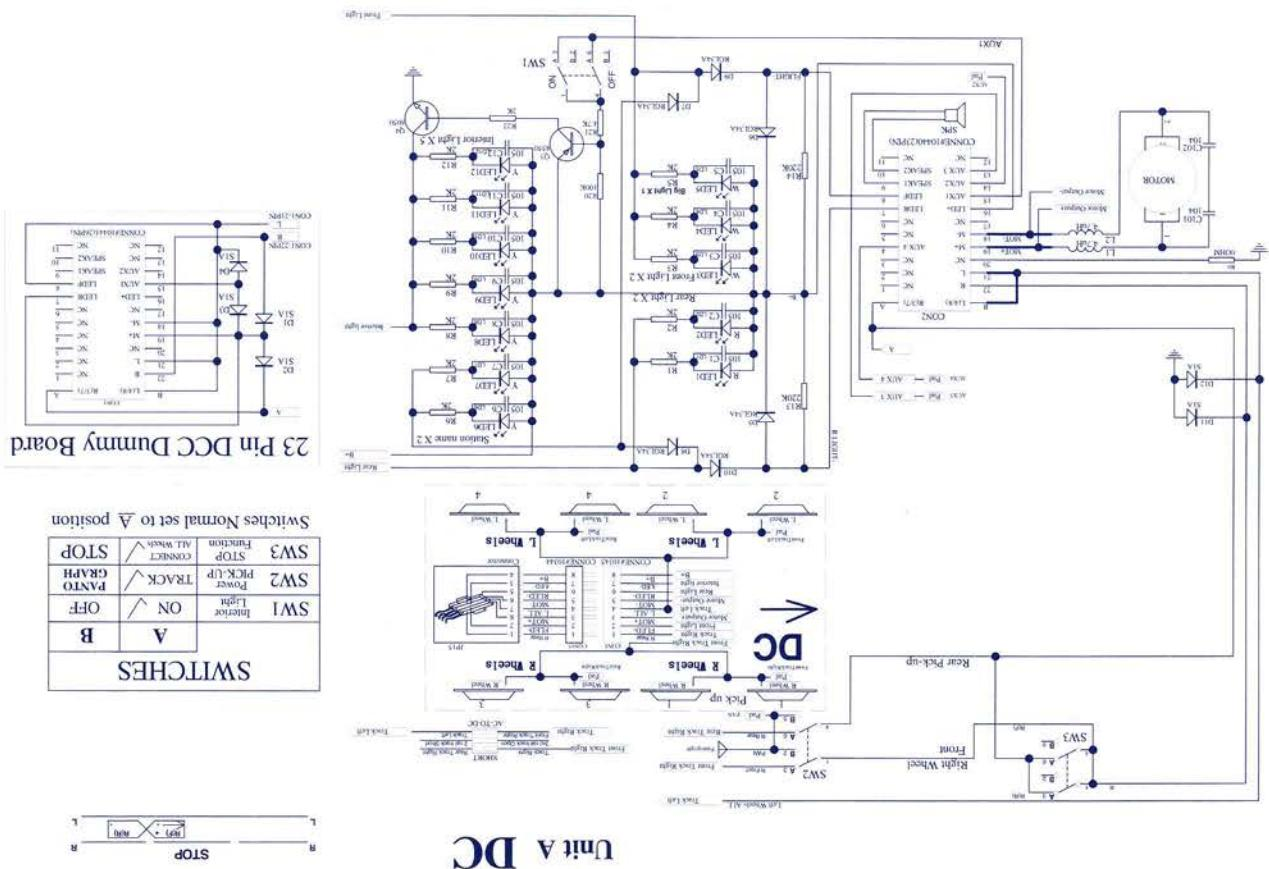

Abbildung 11
Abbildung 11 (Seite 9) zeigt das Schaltbild der **Wageneinheit A** in der Gleichstromversion (DC). Das Schaltbild für **Wageneinheit B** in beiden Stromsystemen (DC und AC) zeigt **Abbildung 13** (Seite 11). Das Schaltbild der **Zwischenwageneinheiten C, D, E ...** ist in allen Versionen gleich, siehe **Abbildung 14** (Seite 12).
For all those desiring more information, we have enclosed the complete circuit diagram for the car units and the power systems (see pages 9 -12). (Fig.11) shows the circuit diagram of car unit **A** in the DC version. For the AC version please consult (Fig. 12).